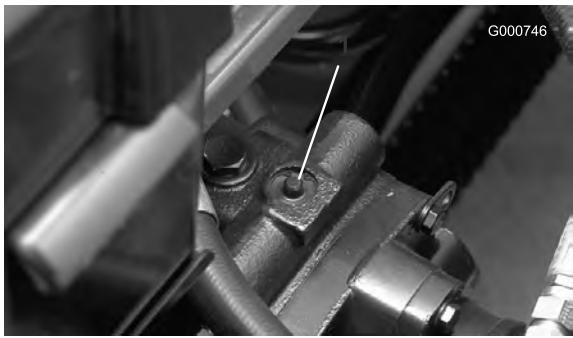

図 39
1. バイパス・バルブは可変吐出ポンプ（図 39）の上部に取り付けられている。バルブを右または左に90°回転させると内部でバイパスが形成される。これにより、トランスミッションを破損することなく、機械を押して低速で移動できるようになる。